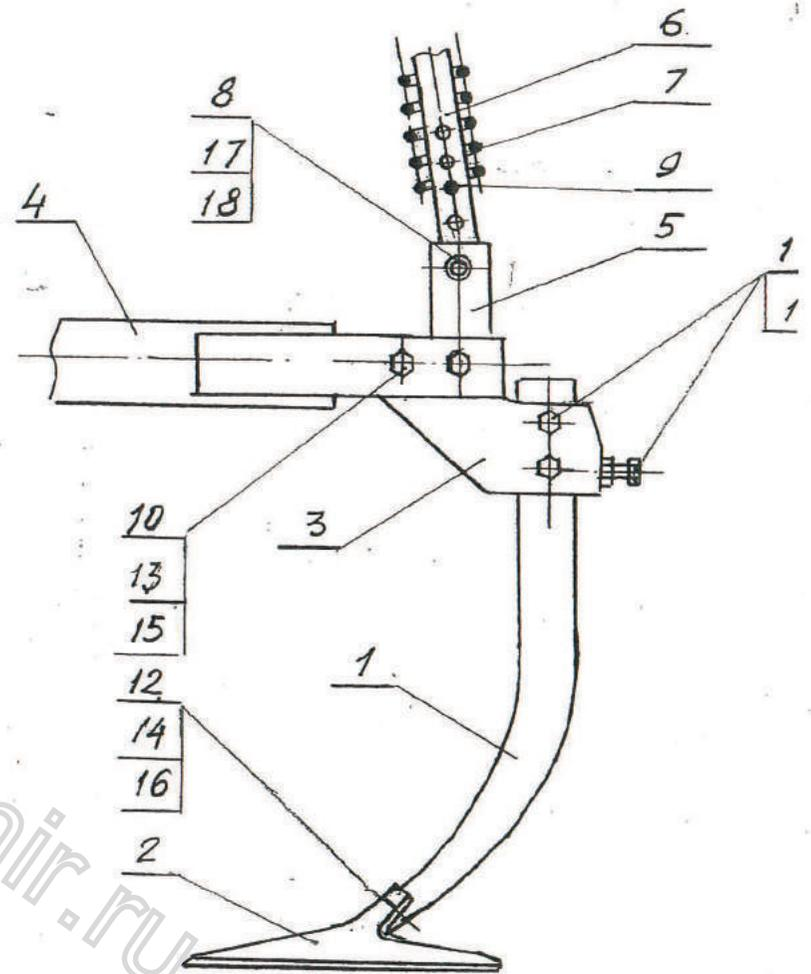

Рис.9
- 3.8 Полный набор рабочих органов культиватора состоит из 20 стоек с лапами (рис. 9) шириной 330 и 270 мм.